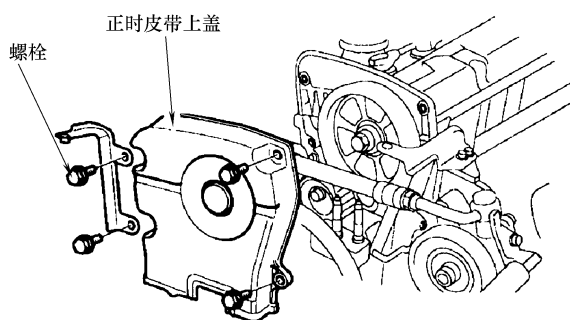

图 31-7 拆卸螺栓和正时带上盖
10) 如图 31-7 所示，拆卸 4 个螺栓和正时带上盖。